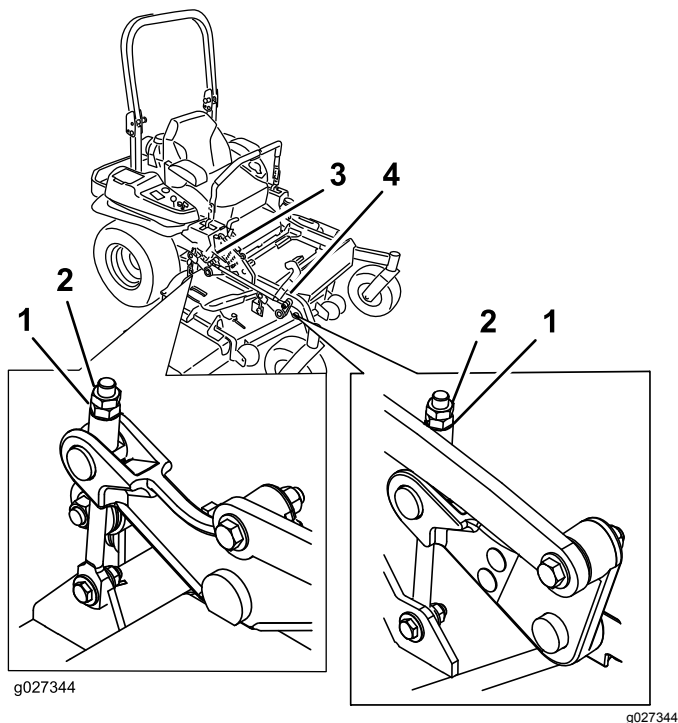

Figura 95
10. Gire la tuerca de ajuste del conjunto de elevación de la carcasa delantera para modificar la altura (Figura 95).